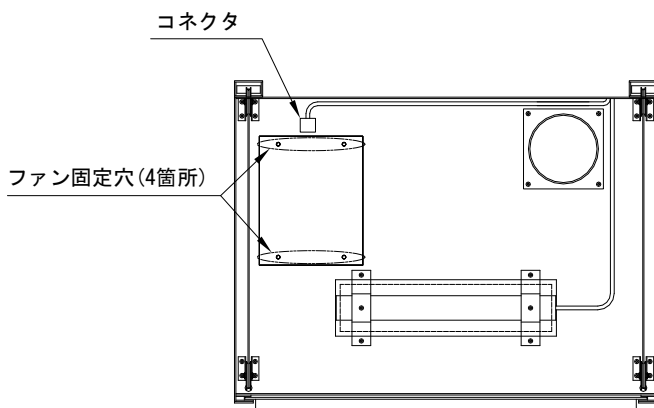
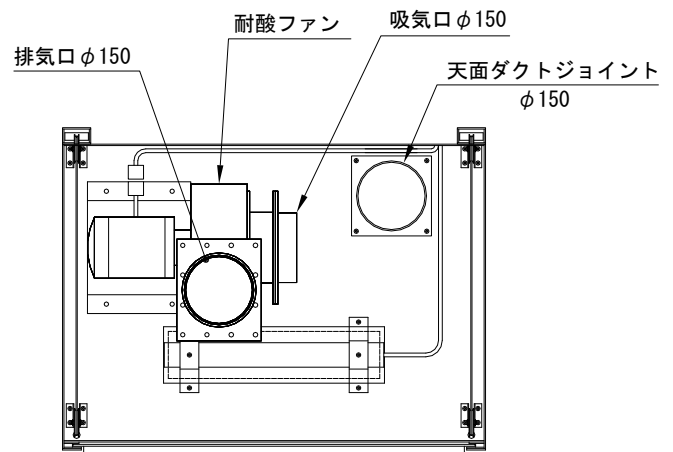

図 3
図 4
4. ドラフト天面(図 3)にファン固定用ネジが 4 箇所ありますので、別梱包の耐酸ファンを図 4 と同じ向きになるようにし、ファンの台についている穴と固定用ネジを合わせて、付属のナットを使用して天面にファンを固定してください。